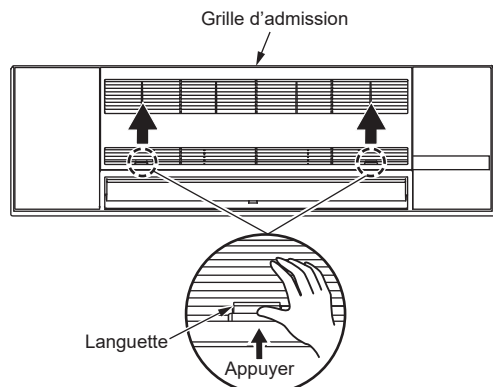

Fig. 8-3
8.3. Installation de la grille (Fig. 8-3)
1. Ouvrez la grille d'admission en appuyant sur les 2 languettes de la grille d'admission dans le sens indiqué par les flèches. (Fig. 8-3)